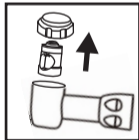

Fig.5.3
- 4) Utilize a broca para empurrar o cartucho para fora (Fig. 5.3);